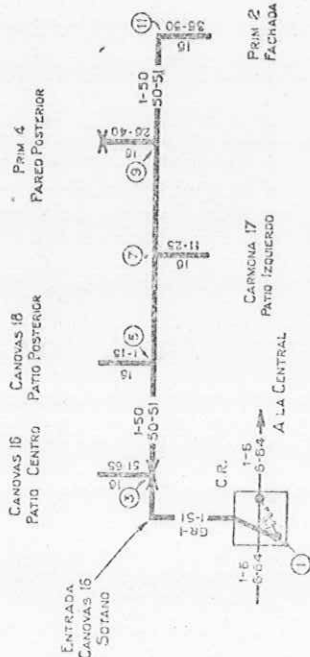

Fig. 3
1) Se pondrá el extremo del cable de manzana en la correa de pruebas en 3), según la clave de colores (véase fig. 3).